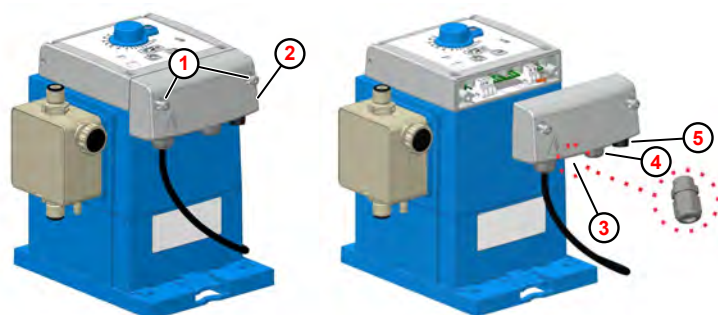

Fig. 11 : Installation électrique du système « EcoUp »
( Fig. 11 , ② )
1. ➤ Desserrer les deux vis du boîtier ( Fig. 11 , ① ). Les vis sont équipées d'un mécanisme anti-chute.
2. ➤ Retirer le couvercle de bornier ② .
3. ➤ Pour raccorder la sortie de quantité de dosage ou d'alarme, monter le presse-étoupe M12x1,5 du pack d'accessoires de la pompe à l'endroit approprié ③ , faire passer le câble, serrer le presse-étoupe à fond et raccorder les fils selon le schéma des bornes.
4. ➤ Pour raccorder l'entrée d'impulsions ou d'autorisation, faire passer le câble à travers le presse-étoupe correspondant ④ , serrer le presse-étoupe à fond et raccorder les fils selon le schéma des bornes.
5. ➤ Le raccordement pour l'entrée de niveau doit être branché sur la prise femelle ⑤ prévue à cet effet.
6. ➤ Lorsque tous les travaux d'installation sont terminés, remettre en place le couvercle de bornier ② et serrer les vis de fixation ① à fond.
Les bornes deviennent accessibles après retrait du couvercle de bornier ( Fig. 11 , ② ).